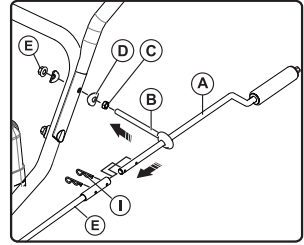

Рис. 4
- Найдите узел распределителя (A); используйте качалку, чтобы закрепить винт (B) через шестигранную фланцевую гайку M8 (C), дугообразную шайбу 8 (D), и отверстие подлокотника по порядку; , гайку фланцевой поверхности M8 (C), зафиксируйте качалку для спуска снега в сборе (A) на монтажном отверстии подлокотника;
- Вставьте задний конец (A) коромысла выпуска снега в сборе в крышку отверстия передней части (E) коромысла выпуска снега в сборе; зафиксируйте его пружиной (I) (см. рис. 4).